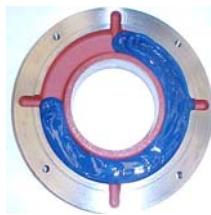

图 7.3：外轴承盖
- 使用建议的润滑脂（图 7.3）涂抹内外轴承端盖凹槽的 3/4，并且轴承装配前使用足量润滑脂润滑滚动轴承；